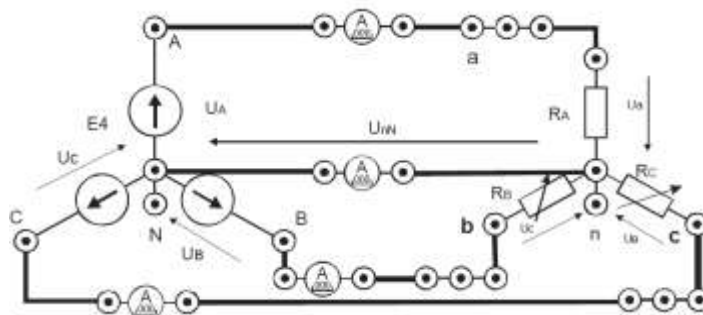

Рисунок 15 – Схема трехфазной электрической цепи
3. Собрать симметричную четырехпроводную трехфазную электрическую цепь (рис. 15). В качестве амперметров использовать цифровые приборы в режиме измерения переменного тока (тумблер режима работы приборов в позиции «~»). В качестве потребителей RA, RB, RC использовать резисторы R17, R18, R19, установив соответствующие тумблеры в позицию «1». Представить схему для проверки преподавателю.